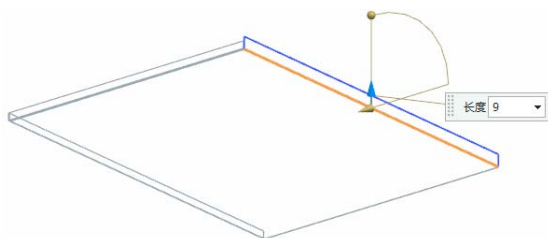

图 11-171 选择弯边
(7) 选择弯边, 同时在视图区预览显示所创建的弯边, 如图 11-171 所示。设置“宽度选项”为“完整”, “长度”为 9, “角度”为 90, “参考长度”为“外部”, “内嵌”为“材料内侧”, 在“折弯止裂口”和“拐角止裂口”下拉列表框中选择“无”。